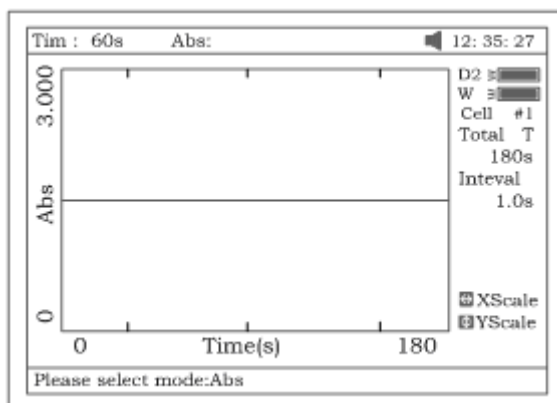

Рис. 55
- Нажмите клавишу **[F2]** и выберите режим анализа (“Abs” или “%T”) курсорной клавишей (рис.55).